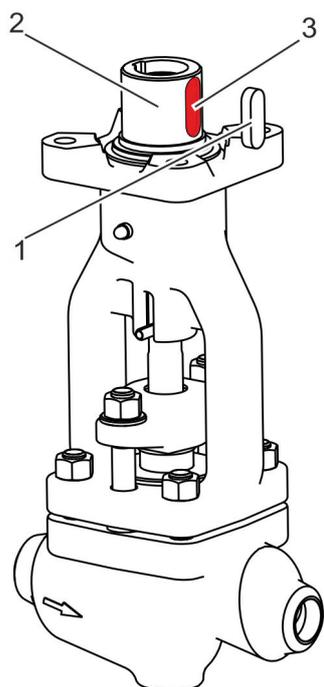

Abb. 37: Passfeder einsetzen
6. Passfeder (Abb. 37/1) in die Passfedernut (Abb. 37/3) an der Nabe (Abb. 37/2) einsetzen.